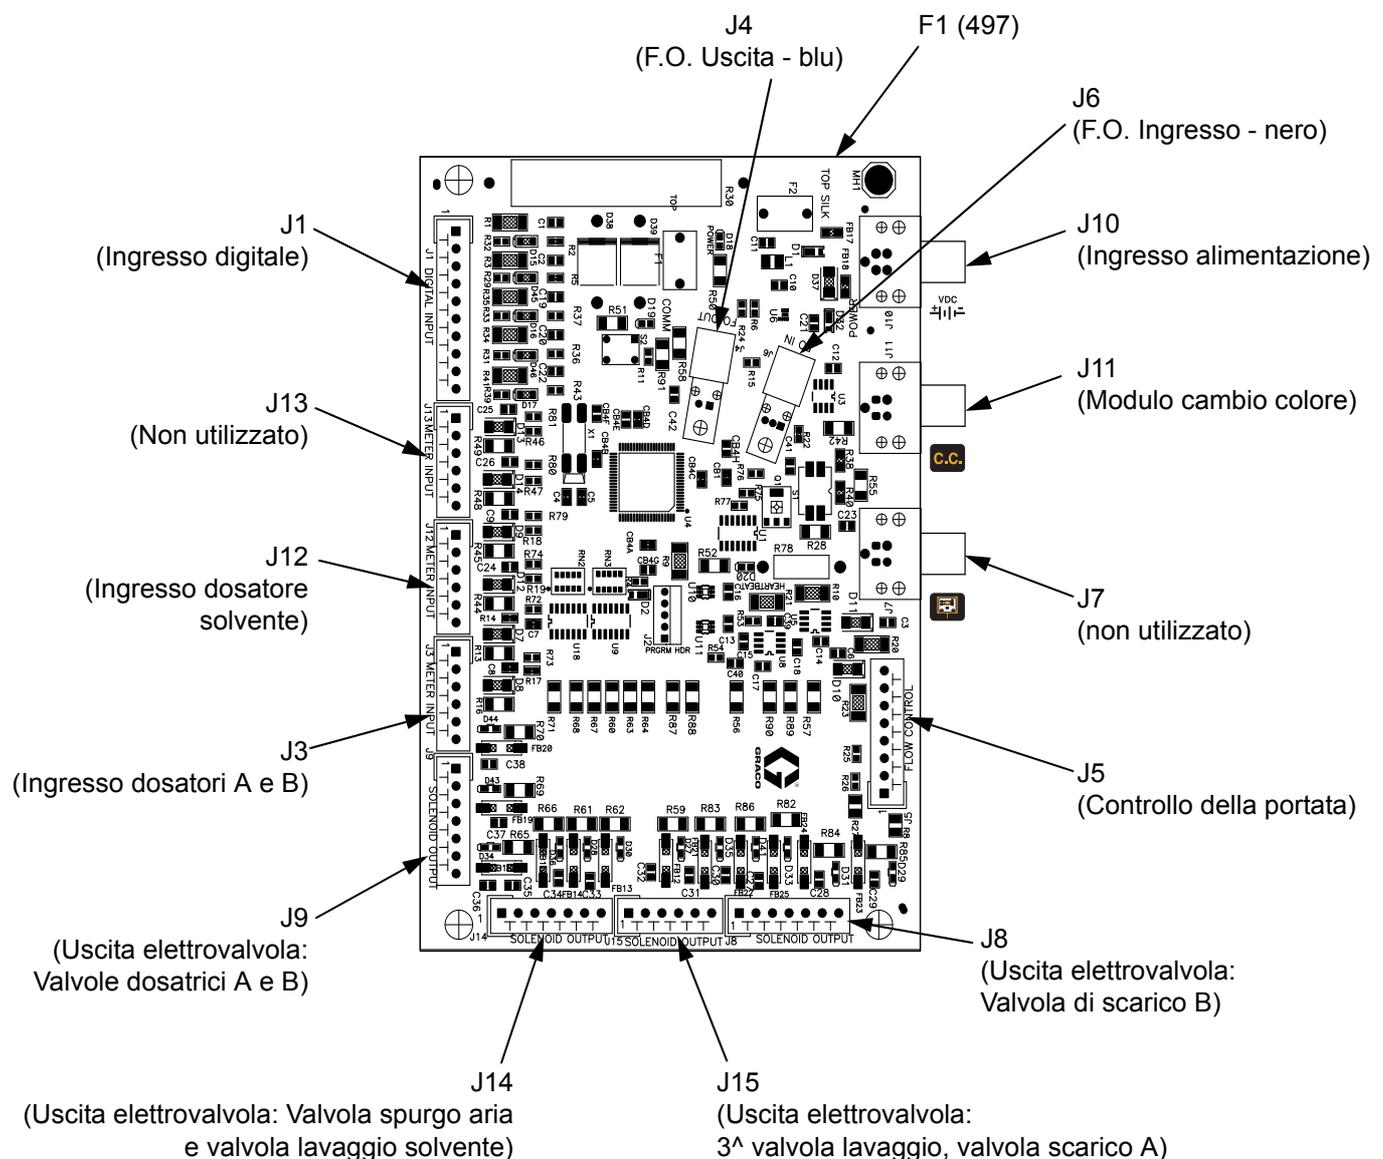
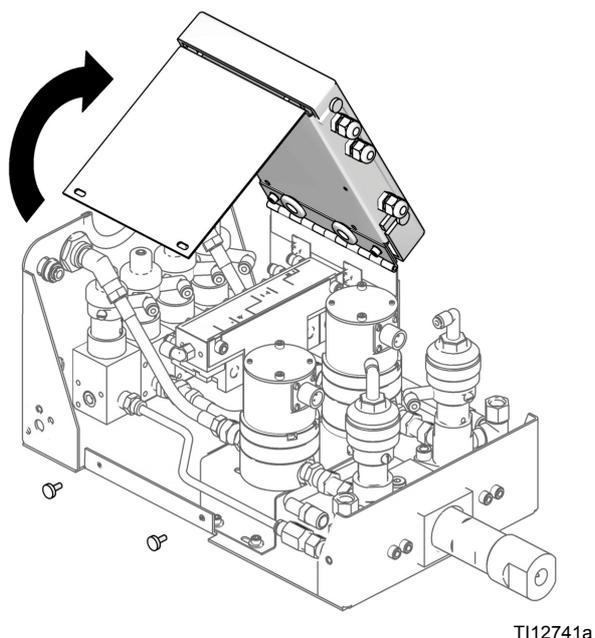

FIG. 29 Scheda di controllo della stazione del fluido 255765
FIG. 30 Accesso alle elettrovalvole e ai dosatori
3. Scollegare i fili a fibre ottiche (J4, J6) e tutti i cavi (J1, J3, J5, J7, J8, J9, J12, J13, J14, J15) dalla scheda di controllo (426). FIG. 29.
5. Installare la scheda di controllo nuova (426) con le 4 viti (428).
6. Collegare i cavi alla scheda di controllo (426). FIG. 29. Inserire i connettori dei cavi a fibre ottiche (J4, J6) nei connettori della scheda (E), facendo corrispondere il blu con il blu, il nero con il nero e serrarli a mano (E). Non serrare o piegare i cavi a fibre ottiche; i cavi possono avere un raggio di curvatura minimo di 51 mm (2").
2. Localizzare il fusibile F1 sulla scheda di controllo. Vedere FIG. 29. Rimuovere la vite e la striscia di metallo.
4. Installare il nuovo fusibile (497).
3. Scollegare i 2 fili dell'elettrovalvola dalla scheda di controllo (426). Vedere la FIG. 29 e **Schema elettrico del sistema** a pagina 35. Ruotare il pannello di controllo verso l'alto e all'esterno. FIG. 30.